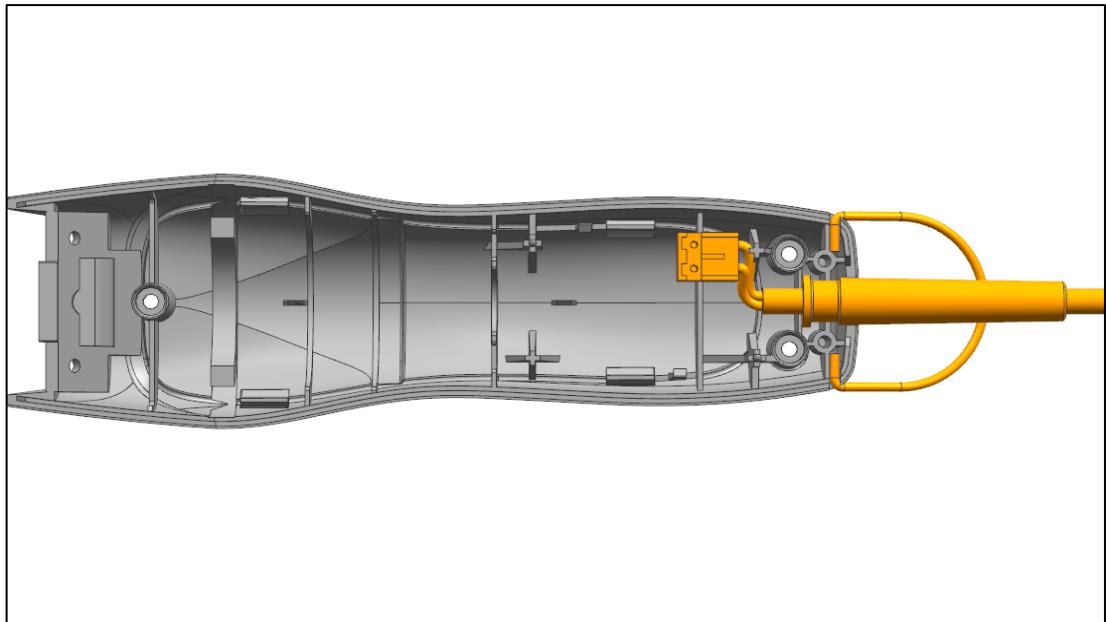
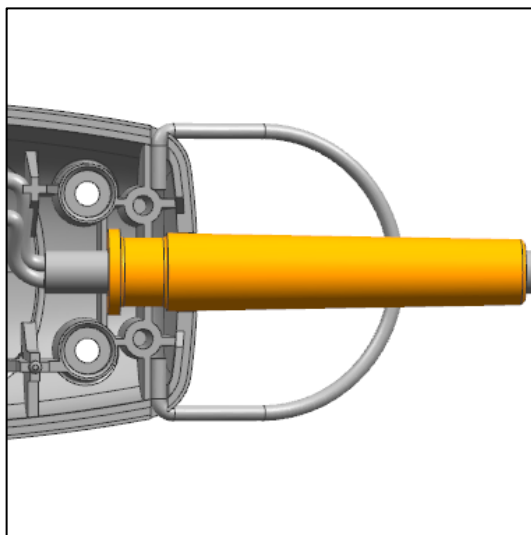

Abb. 24
Abb. 25
- a) Legen Sie den Haltering und die Kabeltülle in das GUT (Abb. 24) und schieben sie die Tülle nach links bis diese an der Rippe ansteht (Abb. 25).